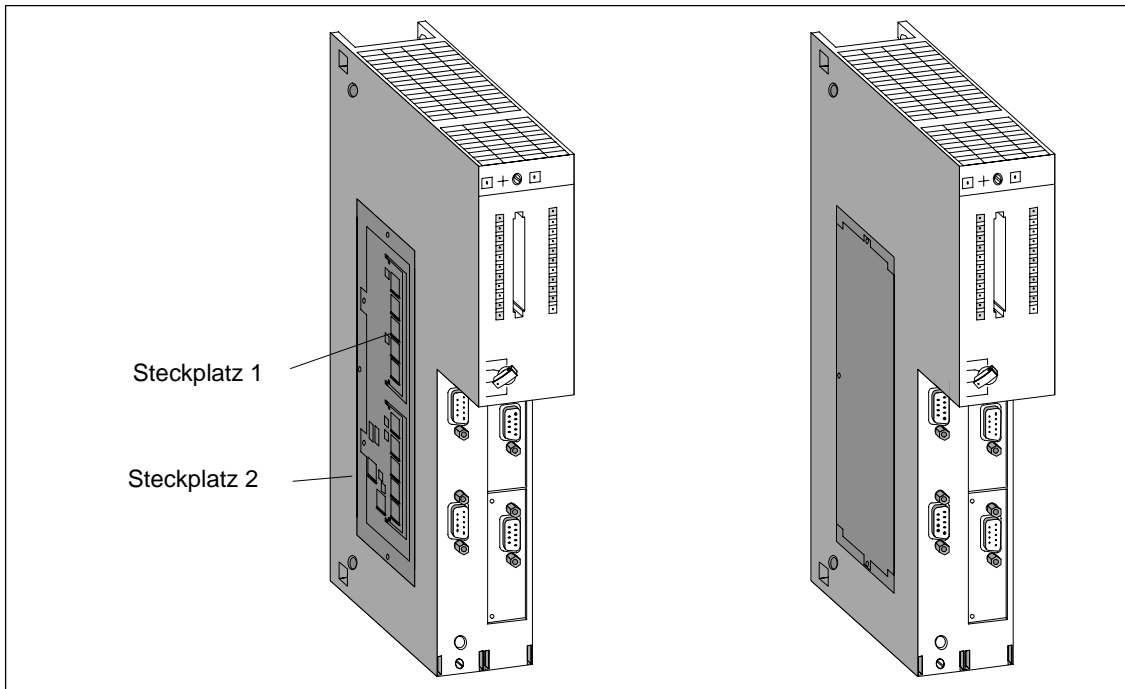

Bild 2-3 Montage von Speichermodulen in die CPU
2. Drücken Sie das erste Speichermodul unter einem Winkel von ca. 45° in den Steckplatz 1 (siehe Bild 2-3). Achten Sie auf die Aussparung an der Vorderseite des Moduls (Verpolschutz).
4. Stecken Sie ggf. das zweite Speichermodul in gleicher Weise in Steckplatz 2 (siehe Bild 2-3).